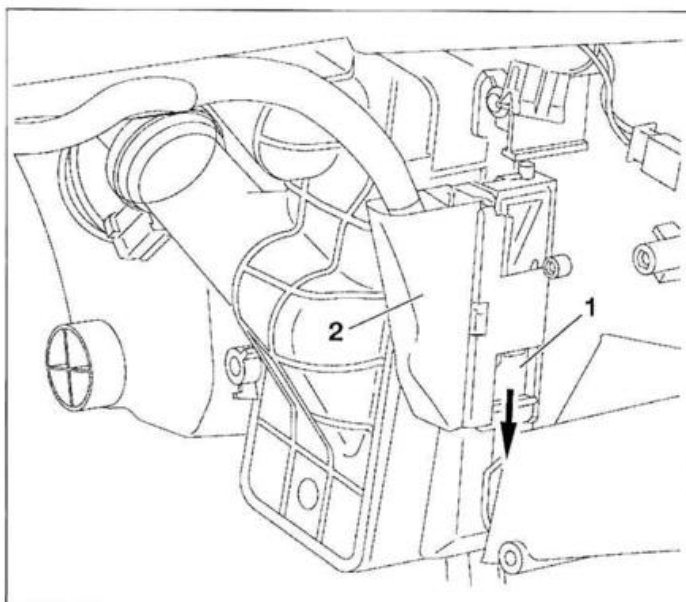

FIG. 19a
- Liberar la brida (1) del conector (2) tirando hacia abajo (flecha) (fig. 19a).